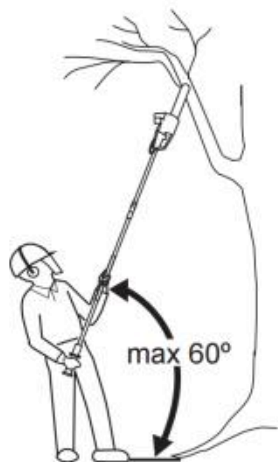

Fig. 50
3. Sostenga siempre el producto en un ángulo no superior a 60° con respecto al nivel horizontal. De lo contrario no es posible un funcionamiento seguro (Fig. 50).